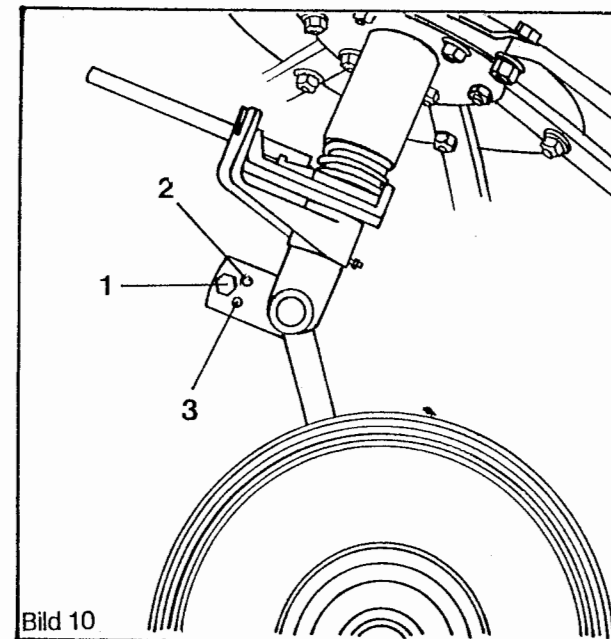

Bild 10
- 6kt.-Schraube und Mutter (Bild 10, Pos. 1) je Rad entfernen und in der gewünschten Position neu fixieren. Für schweres Futter steilen Streuwinkel einstellen (Bild 10, Pos. 2). Für kurzes Futter flachen Streuwinkel einstellen (Bild 10, Pos. 3).
- Déposer la vis à 6 pans et l'écrou (Fig. 10, rep. 1) de chaque roue et les fixer de nouveau dans la nouvelle position désirée. Pour un fourrage lourd, régler un angle d'épandage raide (Fig. 10, rep. 2); pour un fourrage court, régler un angle d'épandage plat (Fig. 10, rep. 3).
- Remove from each wheel a hex. bolt with nut (Fig. 10, item 1) and fasten it again in the desired position. For heavy crop, adjust a steep spreading angle (Fig. 10, item 2). For short crop, adjust a flat spreading angle (Fig. 10, item 3).
- Zeskantschroef en moer (afb. 10, pos. 1) per wiel verwijderen en in de gewenste positie opnieuw vastzetten. Voor zwaar gewas steile strooihoek instellen (afb. 10, pos. 2). Voor kort gewas vlakke strooihoek instellen (afb. 10, pos. 3).
- Tag bort sexkantskraven och muttern (bild 10, pos 1) på varje hjul och fixera det i önskat läge. För tung gröda ska en lutande spridningsvinkel (bild 10, pos 2) och för kort gröda en en plan spridningsvinkel (bild 10, pos 3) ställas in.
- Togliere il bullone a testa esagonale e dado (fig. 10, voce 1) da ogni ruota e fissarlo di nuovo nella posizione richiesta. Lavorando con foraggio alto tener erto l'angolo di spargimento (fig. 10, voce 2). Operando su foraggio basso tener basso l'angolo di spargimento (fig. 10, voce 3).